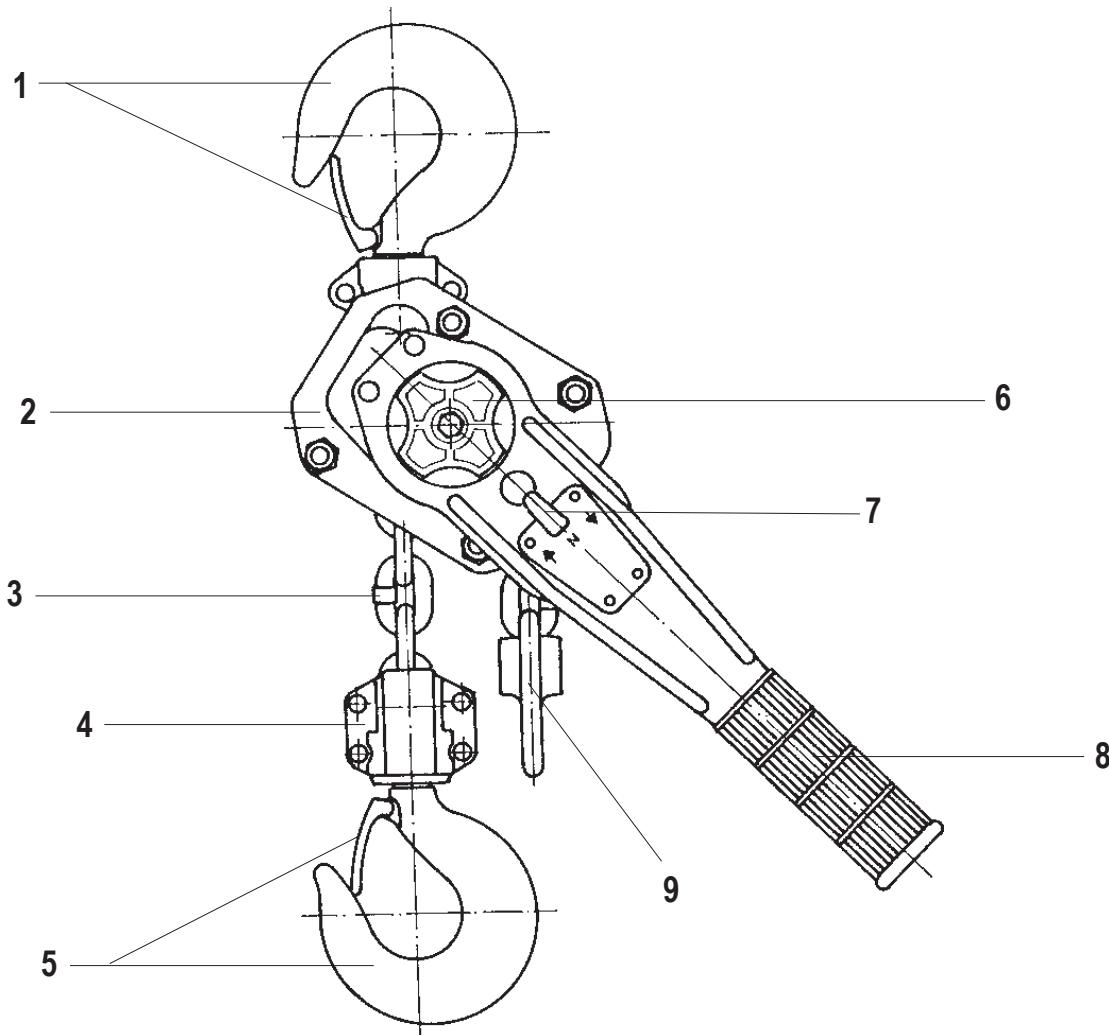

Fig. 11
- Non utilizzare i ferma catena come normali fine corsa (Fig. 11).
Il ferma catena deve essere collegato all'estremità libera della catena (Fig. 11).
Ruotare la leva di selezione del movimento (Fig. 11) in posizione neutra (posizione centrale). La catena può ora essere tirata in entrambe le direzioni così da portare il gancio di sollevamento alla posizione desiderata con estrema facilità.
Ruotare la leva di selezione del movimento in posizione sollevamento, ↑ (Fig. 11).
Ruotare la leva di selezione del movimento in posizione discesa, ↓ (Fig. 11). Azionare la leva a mano pompendo verso il basso.